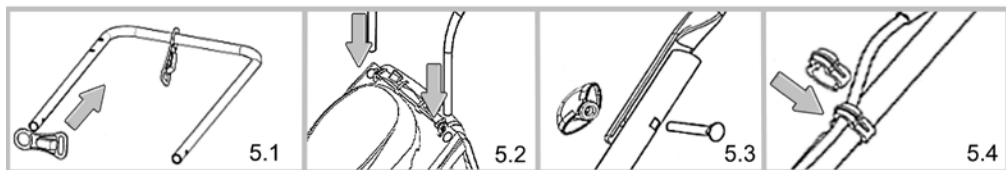

Рисунок 5
3.3.1 Для моделі **MLM-3230** (дивіться рисунок 5):